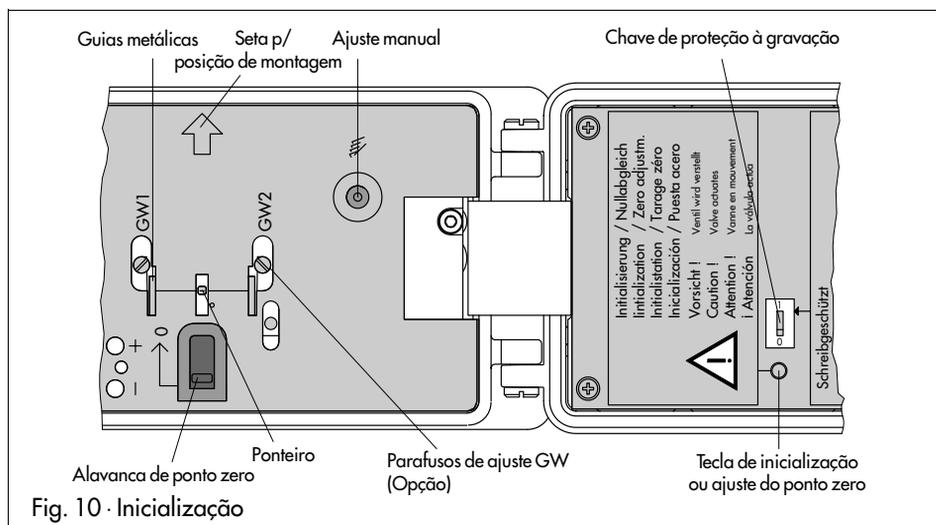

Fig. 10 · Inicialização
Antes da entrada em operação, a válvula de controle deverá ser cuidadosamente levada à sua posição final, cobrindo o furo (ajuste manual) da tampa (Fig. 10). Nesta operação, verificar o perfeito funcionamento do mecanismo da alavanca. A ultrapassagem do ângulo de rotação máximo da válvula, causada por seleção inadequada da alavanca ou falha na disposição do mecanismo, pode levar à destruição do posicionador.
4.2.1 Ajuste do ponto zero mecânico (Fig. 10)
Se ao longo da operação de uma válvula ocorrer um deslocamento do ponto zero mecânico, um ajuste elétrico do ponto zero poderá ser realizado. Para tanto, acionar a tecla "Inicialização/Ajuste de zero" na tampa da carcaça (Fig. 10).
As chaves de limite são identificadas na parte interna da tampa da carcaça como GW1 e GW2. Nas reentrâncias abaixo delas, são visíveis as guias amarelas e os correspondentes parafusos de ajuste (Fig. 10).